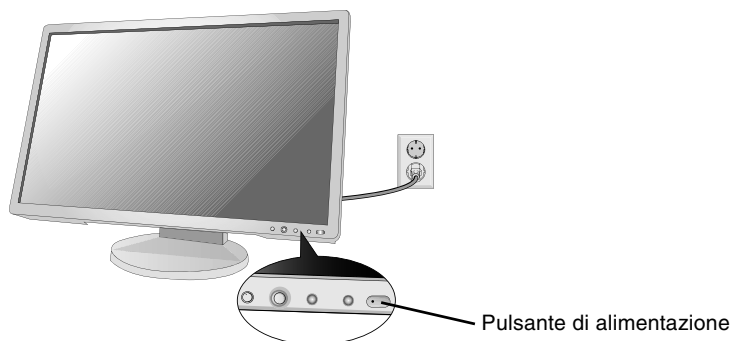

Figura E.1
8. Collegare il cavo di alimentazione alla presa di alimentazione (**figura E.1**).
9. Accendere il monitor con il pulsante di alimentazione frontale e il computer (**Figura E.1**).